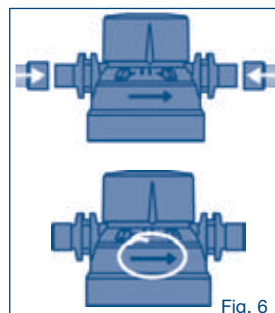

Fig. 6
2. Vérifiez que le sens d'écoulement est correct (voir fig. 6).